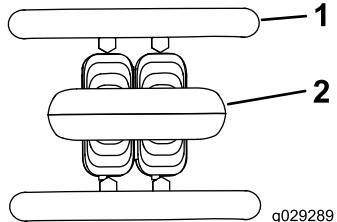

図 6
- ・ 停止するには走行コントロールから手を離します 図 6。